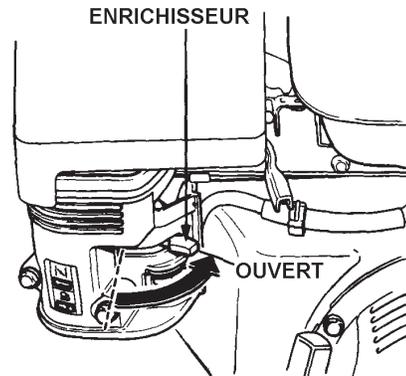

Figure 9. Enrichisseur (ouvert)
3. Régler l'**enrichisseur** (figure 9) à la position « **OUVERT** » si le moteur est **froid**.